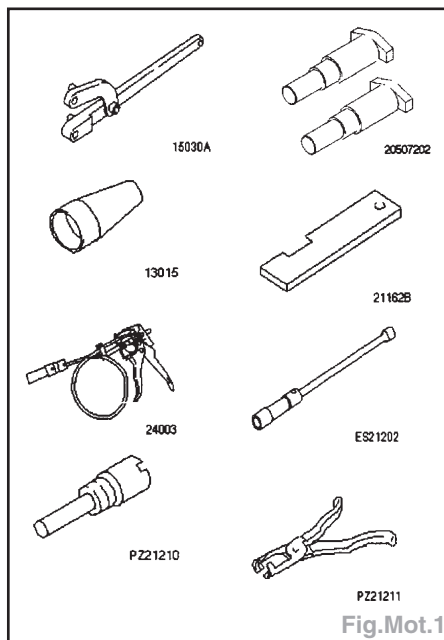

Fig.Mot.1
- Outils spéciaux (Fig.Mot.1) :